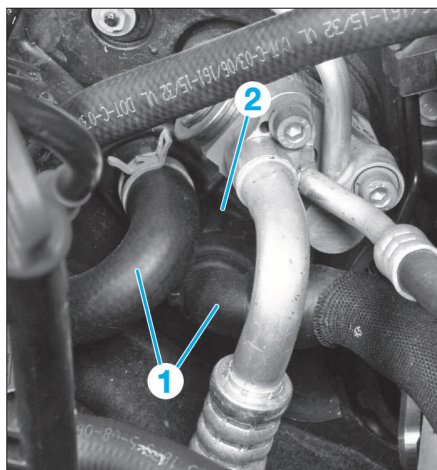

FIG. 10
- Extraire le canal de chauffage de l'espace pour les jambes gauche (1) avec la pièce intermédiaire (3) au niveau de l'appareil de chauffage/climatisation et le retirer dans le sens de la flèche du canal de chauffage de l'espace arrière gauche (4).
- Débrancher les durits de chauffage (1) (Fig.10).